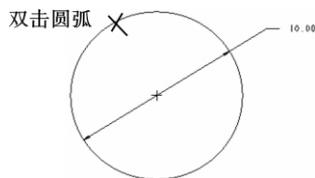
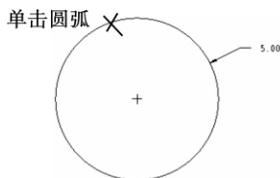
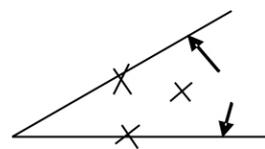

图 1-19 标注直径
图 1-20 标注半径
图 1-21 标注角度
(1) 标注直径。
- ① 单击标注尺寸图标 .
- ② 双击圆弧上的任意位置。
- ③ 鼠标移动到合适位置, 按鼠标中键, 直径尺寸便标注在该位置, 如图 1-19 所示。
(2) 标注半径。
- ② 单击圆弧上的任意位置。
- ③ 鼠标移动到合适位置, 按鼠标中键, 半径尺寸便标注在该位置, 如图 1-20 所示。
(3) 标注角度。
- ② 单击依次选取的两直线。
- ③ 鼠标移动到合适位置, 按鼠标中键, 如图 1-21 所示。